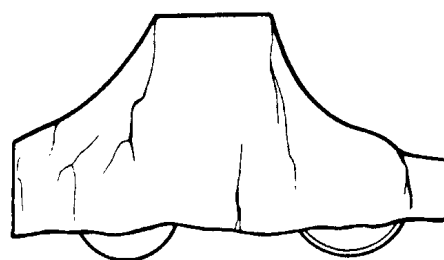

Figura 4-7 Cobertura do rolo
- Se o equipamento for armazenado ao ar livre, deverá ser estacionado no piso de concreto de fácil drenagem, coberto e amarrado com lona ou tenda, e armazenado em local que não será afastado por desastres naturais e livre de substâncias corrosivas e gases nocivos. Conforme mostrado na Figura 4-7.